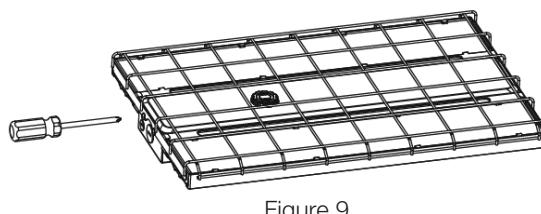

Figure 9
- STEP 1:** Place the wire guard on the lamp and secure it with the screws. See Figure 9.
**ÉTAPE 1:** Placez le protecteur de fil sur la lampe et fixez-le avec des vis. Voir la Figure 9.**Capteur de Micro-ondes C.C./Capteur PIR**